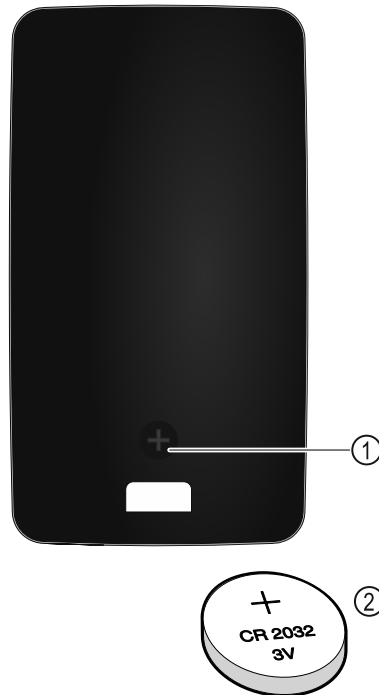

Fig. 230
De stroomvoorziening van de afstandsbediening vindt plaats via een batterij van het type CR 2032 met 3V Fig. 230 (2) die verkrijgbaar is bij de gespecialiseerde handel.
- ▶ Schroef Fig. 230 (1) aan achterzijde van de afstandsbediening eruit draaien.